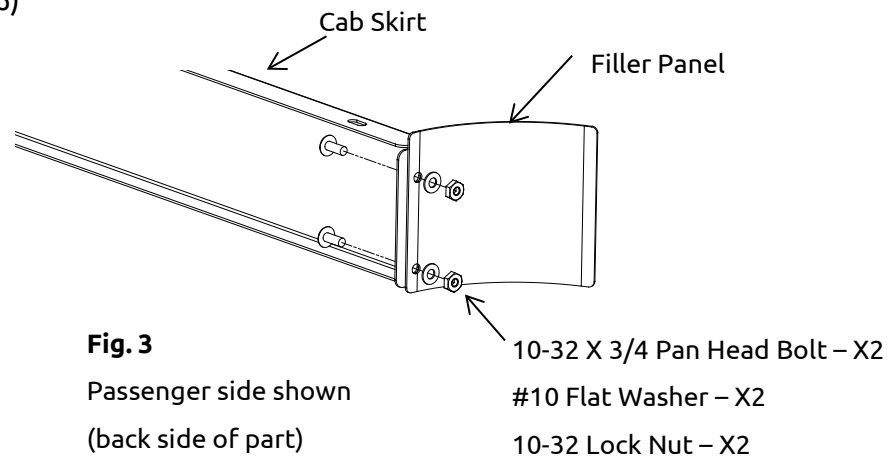

Fig. 3
6. Peel plastic from around bolt holes in the filler panel supplied in the bracket kit. This will be installed onto the cab skirt using the 10-32 hardware supplied. (Fig. 3)
6. Remueva el plástico alrededor de los agujeros para tornillos en el panel de relleno provisto en el kit del soporte. Este se instalará a la falda de la cabina usando los accesorios 10-32 provistos. (Imagen.3)